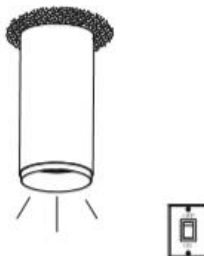

Рисунок 2 - Схема установки светильника
5.3 Вбейте пластиковые анкеры в потолок и зафиксируйте монтажный кронштейн винтом (рисунок 2).
5.5 Установите монтажные отверстия между задней частью светильника и монтажным кронштейном на одном уровне и зафиксируйте светильник (рисунок 2).